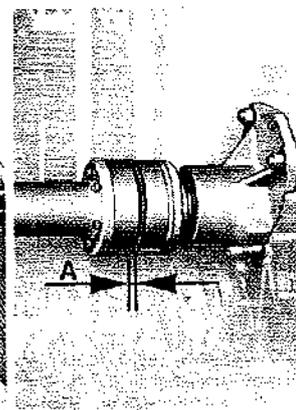

Fig. 67
- Bloccare la soffiante con le fascette assicurando fra i due semigiunti un gioco (A, Fig. 67) di 3,8 ÷ 4,2 mm. (2 ÷ 5 mm. per il giunto HOLSET).